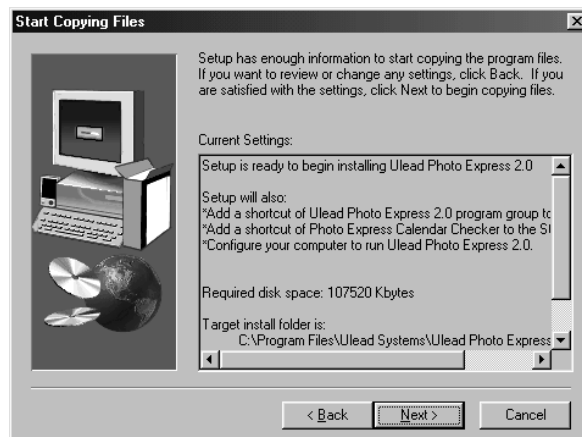
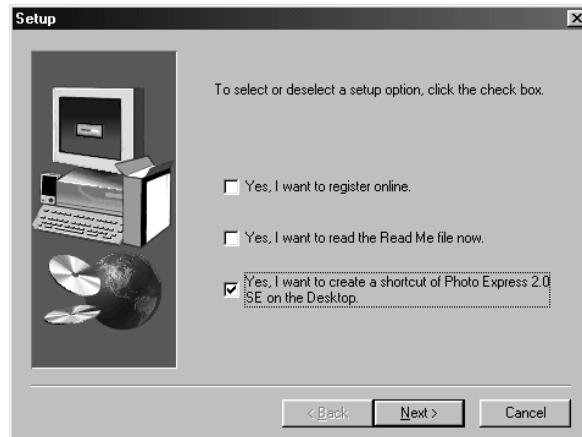

Figura 37: installazione di PhotoExpress 2.0
Figura 38: installazione di PhotoExpress 2.0
11. Fare clic su 'Avanti' (Next) (vedere la Figura 37). PhotoExpress viene ora installato. Al termine dell'installazione appare la finestra riportata in Figura 38.
12. Selezionare solo l'opzione 'Yes, I want... ..on the Desktop' (vedere la Figura 38).
13. Fare clic su 'Avanti' (Next) per continuare (vedere la Figura 38).